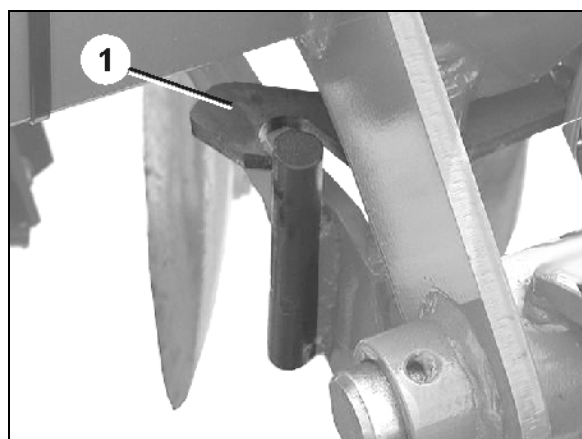

Fig. 27
- Lås tallerkenrækkerne i transportstilling i begge sider ved hjælp af sikringskroge (Fig. 27/1).
- Sikkerhedskroge frigør tallerkenrækkerne (Fig. 27/1).